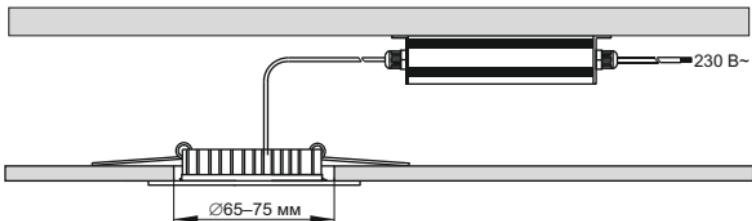

Рисунок 3
3.2.7 При достаточном месте для установки источника питания в межпотолочном пространстве подвесного потолка, монтаж светильника производится в отверстие диаметром 65–75 мм (малое кольцо корпуса – рисунок 3).